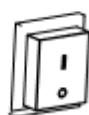

Bild 2 =
- Sätt nätströmbrytaren i läge I och kontrollera att fläkten går som den ska. (Bild 2)